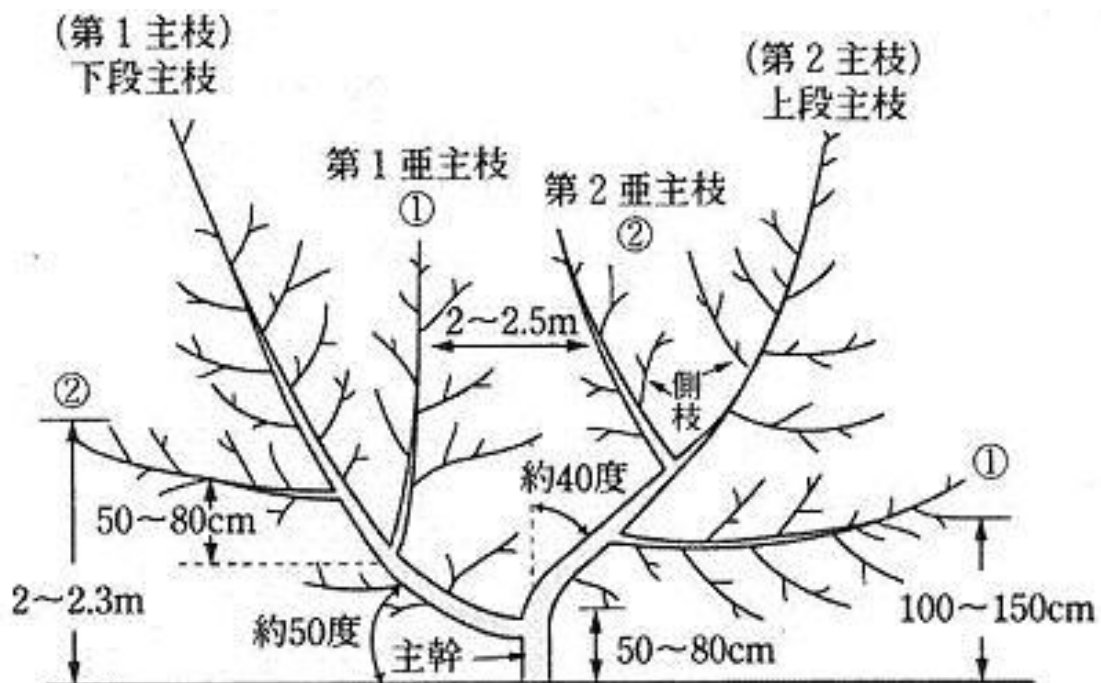

図1 開心自然形
- (1) 2本の主枝と各主枝に2本ずつ亜主枝を配置する、開心自然形を基本とする(図1)。
- (2) 目標樹高は、4m程度、樹幅は、地力等にもよるが、7~8m程度を目安とする。
- (3) 横からも樹冠内部に光が差し込むよう、成木時に隣接樹との間隔を1m程度確保するために、将来の樹冠拡大を見越した植栽や、計画的な縮・干ばつを実施する。
- (4) 開心自然形は、受光態勢と作業性のバランスを考慮したものだが、樹齢が進むなかで、側枝の更新・育成や、背面枝の管理が適切でない場合は、骨格枝先端の下垂による樹勢の衰弱(先端の負け枝化)や、結果部位が外側に分散したり、上向き枝が拡大して高所作業が多くなるなどの問題が発生する。
- (5) モモは、日当たりの悪い場所の枝は枯れるという特性があるので、樹冠内部の日照条件を改善し、作業しやすい場所に良い結果枝を育成する。